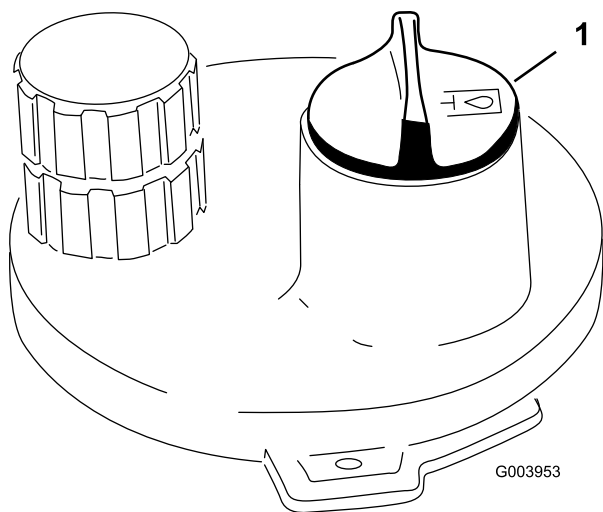

Рисунок 38
3. Очистите зону вокруг заливной горловины и крышки гидравлического бака (Рисунок 38). Снимите крышку заливной горловины.